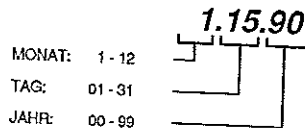

Bild 6-11 Format des Kalibrierdatums
- b) FUNCTION ▼ so oft drücken bis das Kalibrationsdatum im Display angezeigt wird (Tabelle 6-4 Schritt 23) siehe Bild 6-11